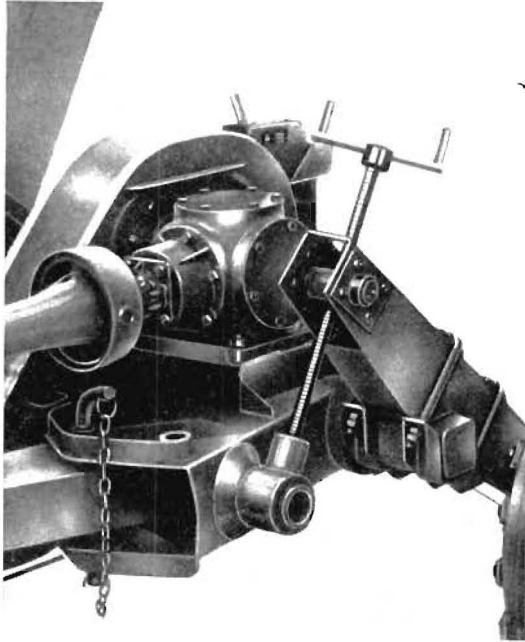

Bild 9
- 5.23 Durch Betätigung der Kurbel der Höhenverstellung wird die Schnitthöhe eingestellt (siehe Bild 9).